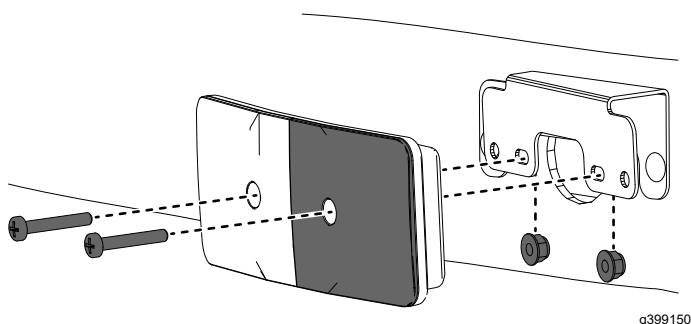

図 24
4. ブラケットにライトを取り付けるステップ1で外したボルト類を使用する 図 24。